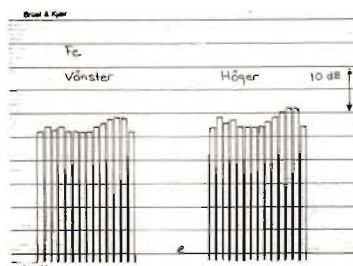

Fig 1. Avspelningstonkurvor från Fe-kasset, vänster och höger kanal.
7. Avspelningskurvor: Fig 1 och 2 visar utnivåer vid avspelning av DIN-Bezugsband DIN 45513/6 (Fe) med tidskonstanterna 120 μs och 1 590 μs och DIN 45513/7 (CrO₂) med tidskonstanterna 70 och 3 180 μs. Båda banden har de diskreta frekvenserna 333; 31,5; 40; 63; 125;